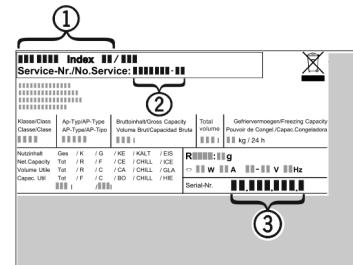

Fig. 11
- Прочетете от идентификационната табелка описаните на уреда Fig. 11 (1), сервизния № Fig. 11 (2) и серийния № Fig. 11 (3). Идентификационната табелка се намира на лявата вътрешна стена на уреда.
- Обадете се на сервизната служба и посочете неизправността, описаната на уреда Fig. 11 (1), сервизния № Fig. 11 (2) и серийния № Fig. 11 (3).